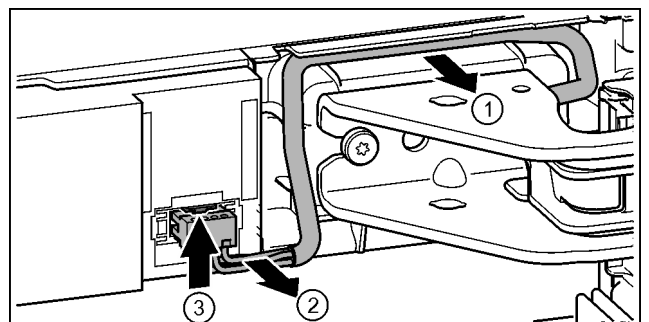

Fig. 18
- ▶ Kabel über Lagerbock vorsichtig aus der Führung lösen. *Fig. 18 (1)*
- ▶ Kabellitzen vorsichtig aus Kanal ziehen. *Fig. 18 (2)*
- ▶ Lasche nach oben drücken und Stecker vorsichtig herausziehen. *Fig. 18 (3)*